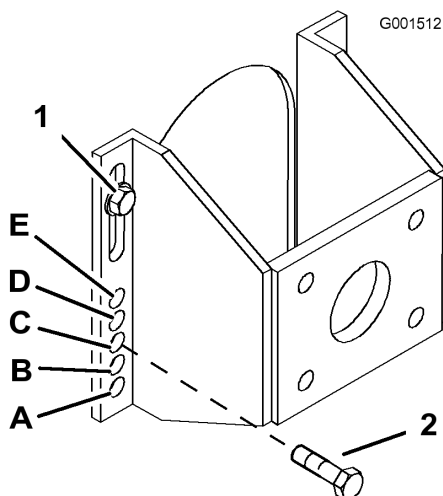

Figura 19
- Afloje, sin retirarlos, los 2 pernos superiores del eje (Figura 19).
- Retire los 2 pernos inferiores del eje (Figura 19).
- Eleve o baje el soporte de montaje para poder instalar los 2 pernos de ajuste del eje en el taladro deseado (Figura 19). Utilice un punzón cónico para ayudar a alinear los taladros.